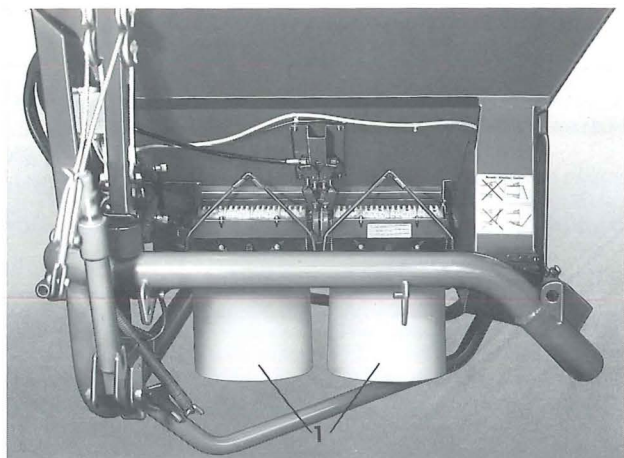
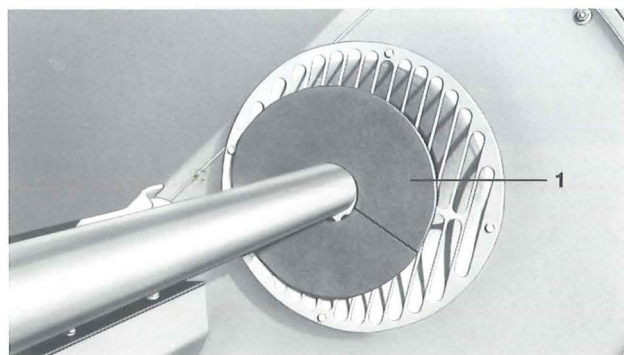

Fig. 11
Fig. 12
Först avläses i såtabellen inställningsvärdet för den önskade gödselsorten samt den valda körhastigheten och inställes enligt 5.1.1. Utmatningsprovet genomförs på maskinens vänstra sida sett i färdriktningen. För förberedning av utmatningsprovet skall vänster injektorhus (fig 4) frigöras, fällas nedåt och demonteras då ramperna är uppfällda och låsta. Därefter hängs de två mätbehållarna (fig 11/1) på plats och strypskivan $\varnothing 210$ mm (fig 12/1) monteras. Vänster och höger doseringsvals kopplas ur genom manövrering av hydrauliska manövreringen. Nu skall kraftuttaget kopplas in och varvtalet ställas in på 540 r/m. För att fylla väster doseringshus och doeringvals med gödselmedel, måste dessa kopplas in under en kort stund. Därefter måste mätbehållarna åter tömmas.
- De medlevererade utmatningsbehållarna hängs enligt bild (fig 11 a) under doseringsenheten.